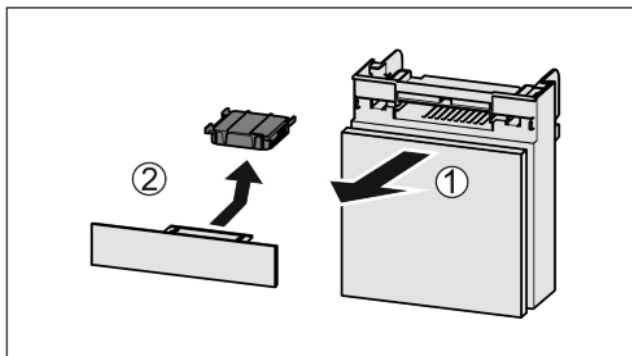

Fig. 55
- Zásuvku vytáhněte dopředu Fig. 55 (1).
- Filtr s aktivním uhlím vyjměte Fig. 55 (2).